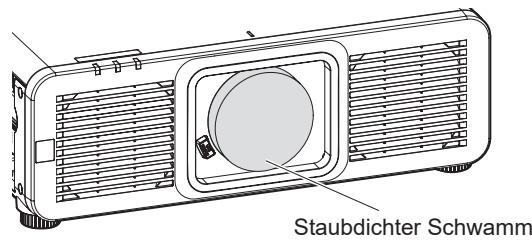

Abb. 1
1) Entfernen Sie den staubdichten Schwamm. (Abb. 1)